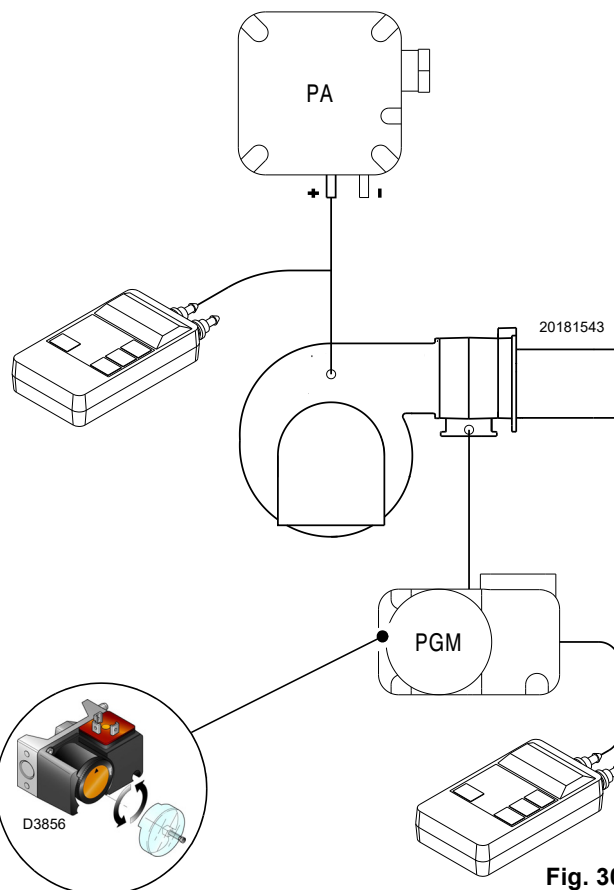

Fig. 30
- Regular el presostato gas de máxima (Fig. 30 en la pág. 27) en el fin de la escala.
Después de haber efectuado todas las demás regulaciones del quemador, con el presostato gas de máxima regulado al final de la escala, efectuar la regulación del presostato gas de máxima, (Fig. 30).